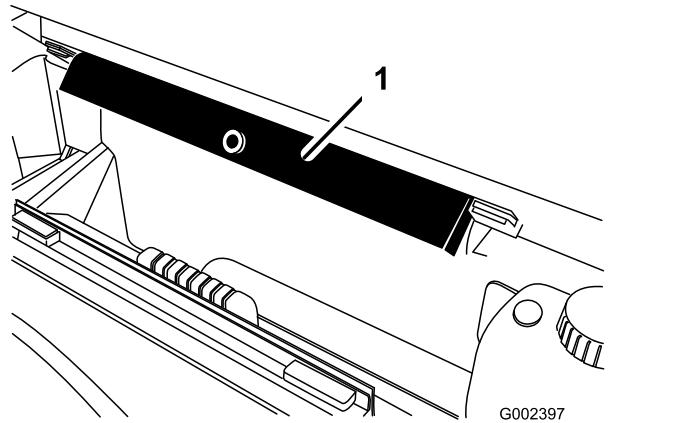

Figure 11
8. Sortez la bêquille de sécurité des supports de rangement au dos du panneau du système ROPS (Figure 11).